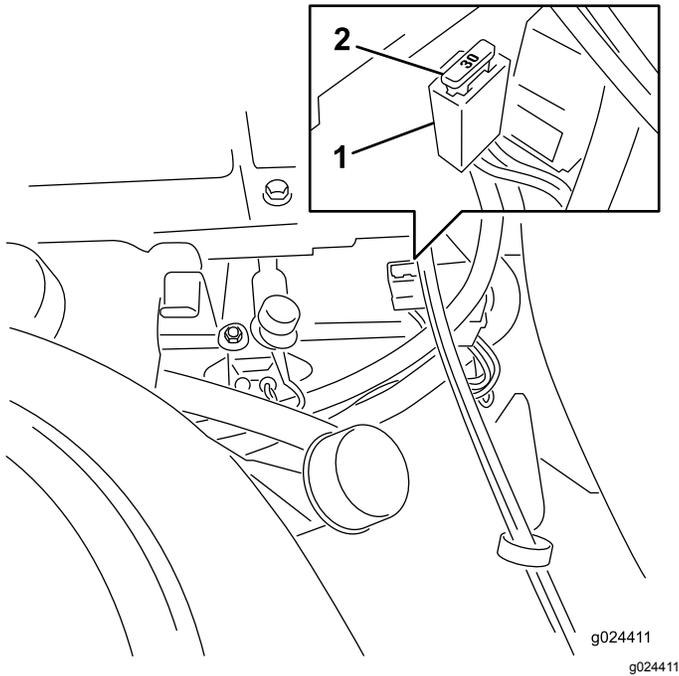

Figura 55
Nota: Los fusibles están situados en la consola de la derecha, junto al asiento (Figura 55).
4. Alinee el fusible nuevo con la ranura del bloque de fusibles (Figura 55).
5. Inserte el fusible a presión en el bloque de fusibles hasta que esté correctamente asentado (Figura 55).